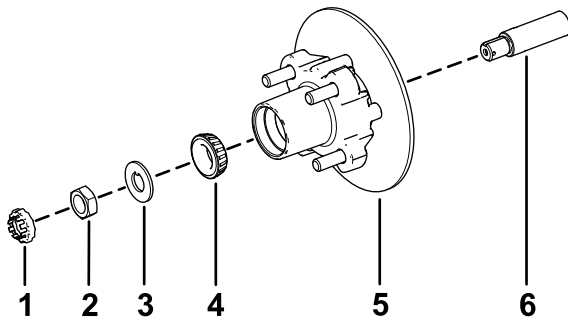

Figure 36
1. Appliquez une fine couche de la graisse spécifiée sur la fusée (Figure 36).
2. Montez le moyeu et le disque sur la fusée, en plaçant le disque à l'intérieur (Figure 36).
3. Montez le roulement extérieur sur la fusée et poussez-le contre la bague extérieure (Figure 36).
4. Placez la rondelle à languette sur la fusée (Figure 36).
5. Vissez l'écrou de fusée sur la fusée et serrez-le à 15 N·m (11 pi-lb) tout en tournant le moyeu pour asseoir le roulement (Figure 36).
2. Placez les plaquettes de frein de chaque côté du disque (Figure 32), puis alignez les trous du support d'étrier et les trous du support de frein sur le porte-fusée (Figure 36).